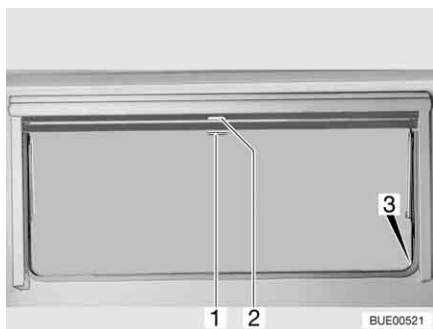

Fig. 83 Ventana abatible
- Tirar del asidero (Fig. 83,2) de la persiana oscurecedora enrollable hacia abajo. Cuando la persiana oscurecedora enrollable se cierre por completo, encajarla en el bloqueo (Fig. 83,3) a ambos lados del marco de la ventana.
- Cuando la persiana oscurecedora enrollable está completamente cerrada: Presionar el tirador (Fig. 83,2) hacia abajo y tirarlo ligeramente hacia dentro. Desenganchar la persiana oscurecedora enrollable de los bloqueos a izquierda y derecha del marco de la ventana.
- Cuando la persiana oscurecedora enrollable se encuentre en una posición intermedia: Tirar ligeramente del asidero (Fig. 83,2) hacia abajo, hasta que se hay soltado el bloqueo.
- Tirar hacia abajo de la mosquitera enrollable (Fig. 83,1) y engancharla en el bloqueo (Fig. 83,3) a ambos lados del marco de la ventana.
- Presionar el tirador (Fig. 83,1) hacia abajo y tirarlo ligeramente hacia dentro. Desenganchar la mosquitera enrollable de los bloqueos a izquierda y derecha del marco de la ventana.